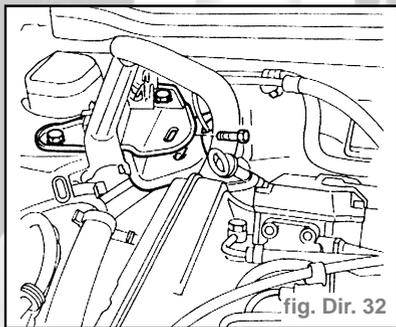

fig. Dir. 32
- déposer le support de la biellette de réaction de la cloche des suspensions (fig. Dir. 32).